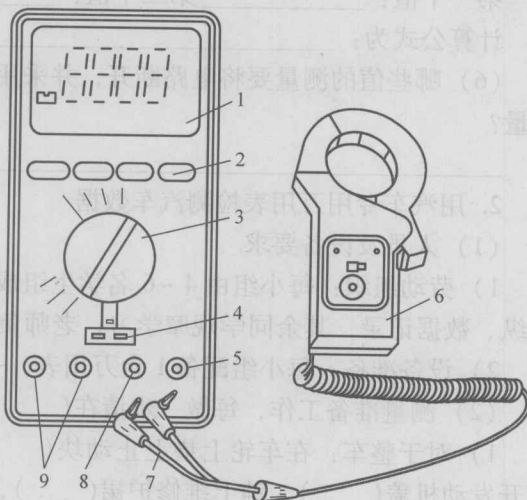

图 1-1 普通汽车专用万用表
(1) 准备工具及设备：汽车专用万用表每2人1台。
(2) 请记录学习用汽车专用万用表的型号：_____。
(3) 请观察图 1-1 普通汽车专用万用表，按序号填写名称。